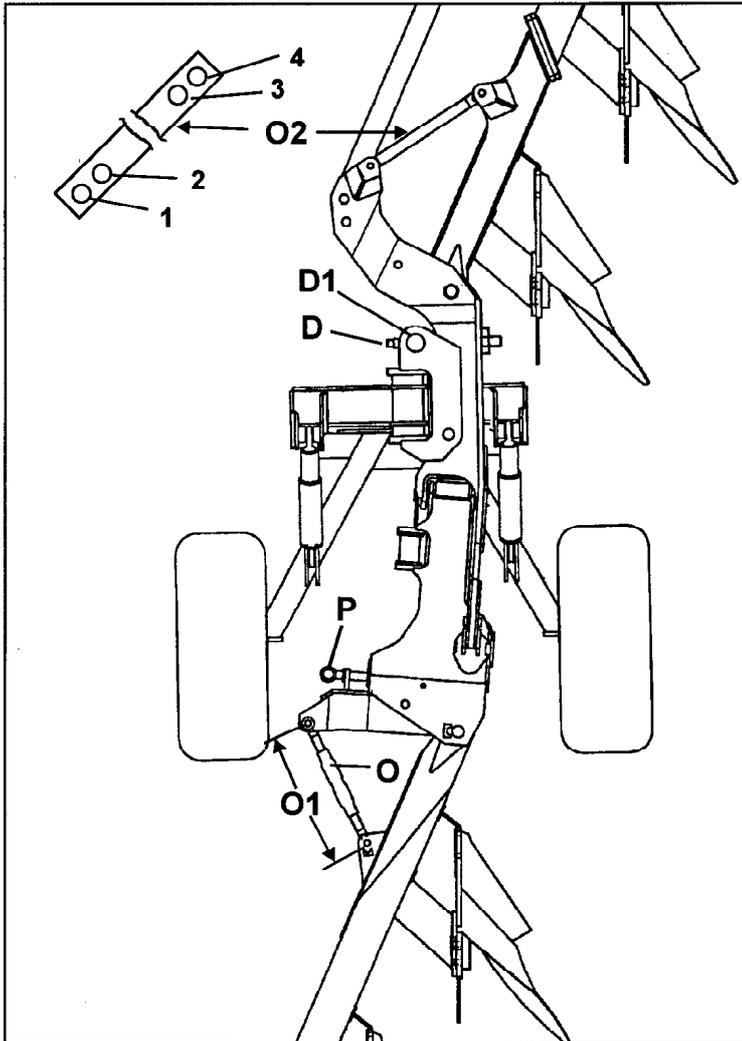

Fig.5
Zu verstellen ist die Radlaufriichtung mit der Schraubverbindung D (Fig.5+8);
z.B. für mehr Anlagendruck die Spindelmutter D1 (Fig.5+8) etwas in Richtung Ungepflügtem verschieben (beidseitig die Muttern wieder fest anziehen – 700 Nm).